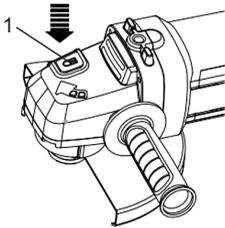

Fig. 11
1. Pressione o botão de bloqueio do fuso (1) e rode o fuso até que bloqueie na posição (Fig. 11).